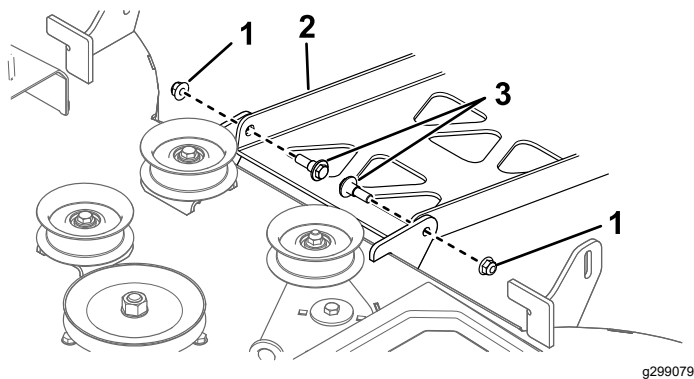

Figure 63
- À l'arrière du tablier de coupe, retirez les 2 boulons à épaulement et écrous qui fixent le tablier au plateau pivotant (Figure 63).
9. Fixez l'arrière du tablier au plateau pivotant à l'aide des boulons à épaulement et des écrous retirés précédemment (Figure 63).